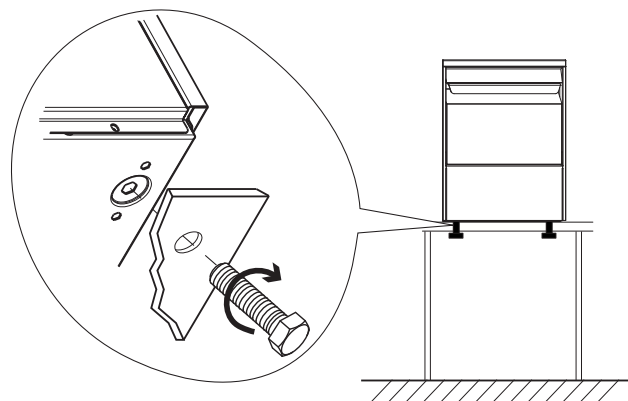

Fig. 8
- Anbring opvaskemaskinen på bordpladen, og flugt de fire nye huller med hullerne til benene på undersiden af maskinen (Fig. 8).